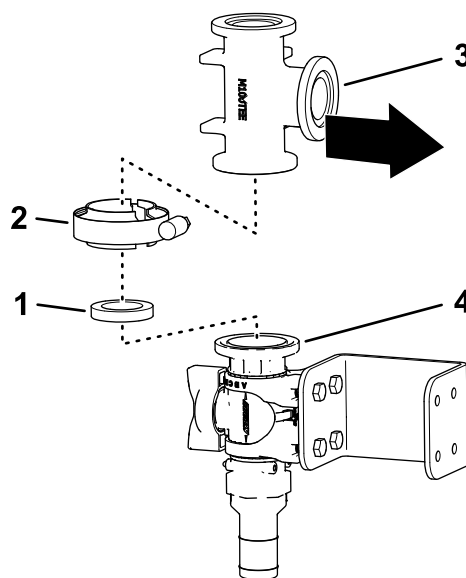
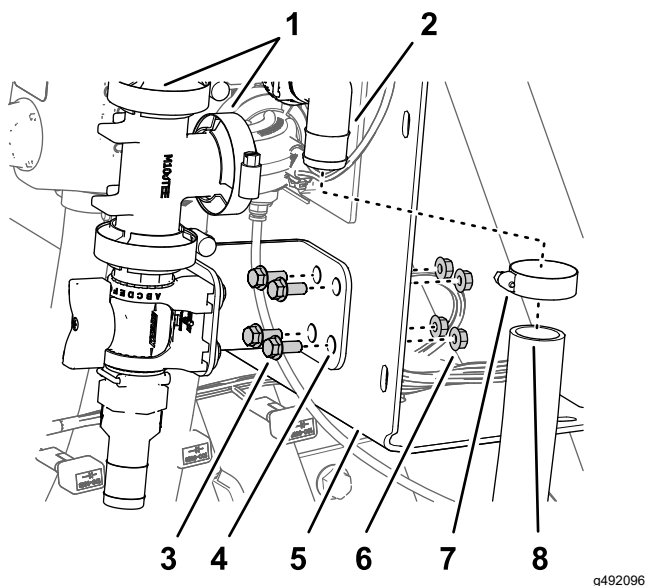

Figura 42
Figura 45
6. Alinai flana fittingului în T cu flana supapei de control, conform indicațiilor din Figura 42.
7. Ataai, fără a strânge, fittingul în T de supapa de control, cu o garnitură i o clemă cu flană (Figura 42).
- Montai consola supapei de control pe suportul colectorului (Figura 45) folosind 4 uruburi cu guler ($\frac{1}{4}$ -20 x $\frac{5}{8}$ ") i 4 contrapiulie cu guler ($\frac{1}{4}$ -20"); strângei uruburile la un cuplu de 10 – 12 N·m.
- Strângei manual clema cu flană care fixează supapa de control i fittingul în T (Figura 42) i clema cu flană care fixează fittingul în T de fittingul de 90° (Figura 45).